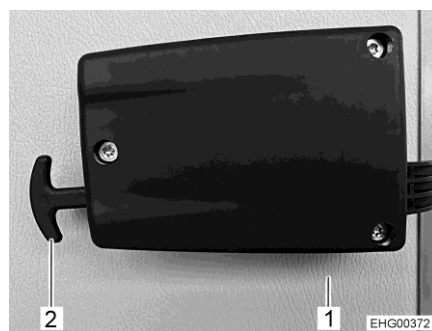

Bild 45 Notentriegelung Garagenklappe
- An beiden Griffen der Notentriegelung (Bild 45,2) ziehen.
- Garagenklappe (Bild 45,1) nach außen drücken.